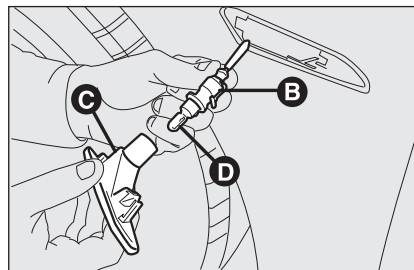

fig. 31
- tourner le porte-ampoule dans le sens inverse des aiguilles **B-fig. 31** et l'enlever du transparent **C**.